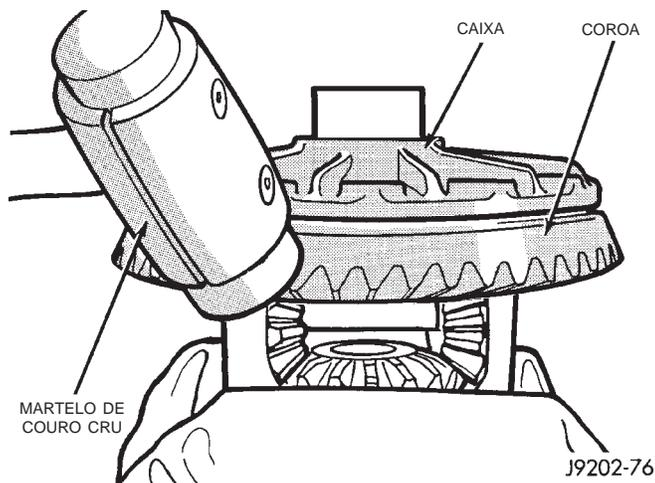

Fig. 22 Remoção da Coroa
- (1) Remova o diferencial da carcaça do eixo.
- (2) Coloque a caixa do diferencial em uma morsa adequada com protetores dentados de metal leve (Fig. 22).
- (3) Remova os parafusos que fixam a coroa à caixa do diferencial.
- (4) Utilizando um martelo macio, force a coroa na caixa do diferencial (Fig. 22).